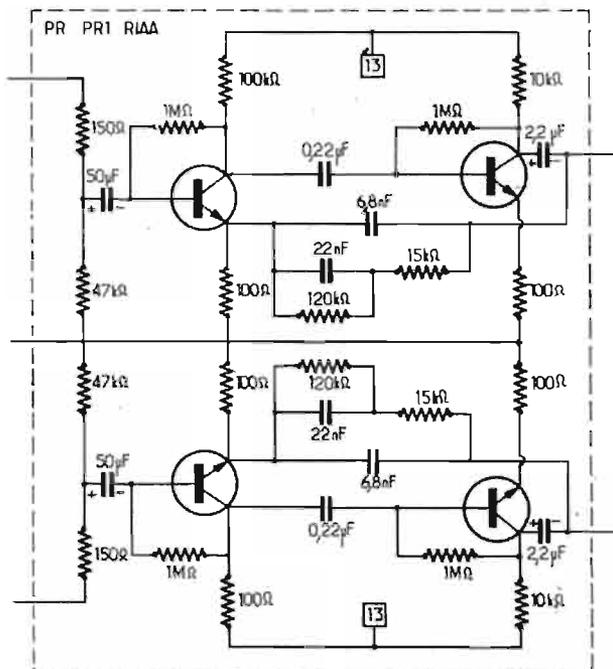

Fig. 3
**Préamplificateur correcteur RIAA** (Fig. 3) : Le circuit est identique au précédent, il utilise également deux transistors BC149. Le réseau de correction RIAA est bouclé d'une manière